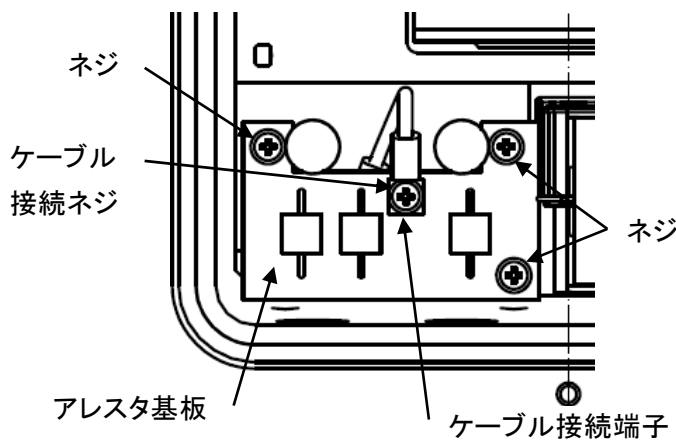

図 7 アレスタ基板取付け状態
**手順1** まず、アレスタ基板を取り外します。アレスタ基板はセンサケーブル接続部の上に基板を重ねて設置されていますので、センサケーブルの接続は、一旦アレスタ基板を取り外してから行います。アレスタ基板のネジ(3カ所)とケーブル接続ネジを外して、アレスタ基板を取り外してください。(図7)
**注意②** センサケーブルは切断しないでください。
**注意③** センサの銅箔テープ部をオサエイタで固定する際、ネジを強く締め過ぎないでください。圧入したナット（ファスナー）が基板から外れる場合があります。オサエイタのネジの締め付けトルクの目安は  $0.6 [N \cdot m]$  です。
**注意④** アレスタを十分機能させるため、アレスタ基板の各ネジ（3 ヲ所）とケーブル接続ネジ（1 ヲ所）を全て取り付けてください。(図 7)
**注意⑤** アレスタ基板のケーブル接続ネジを強く締め過ぎないでください。ケーブル接続端子が基板から外れる場合があります。ケーブル接続端子のネジの締め付けトルクの目安は  $0.3 [N \cdot m]$  です。(図 7)